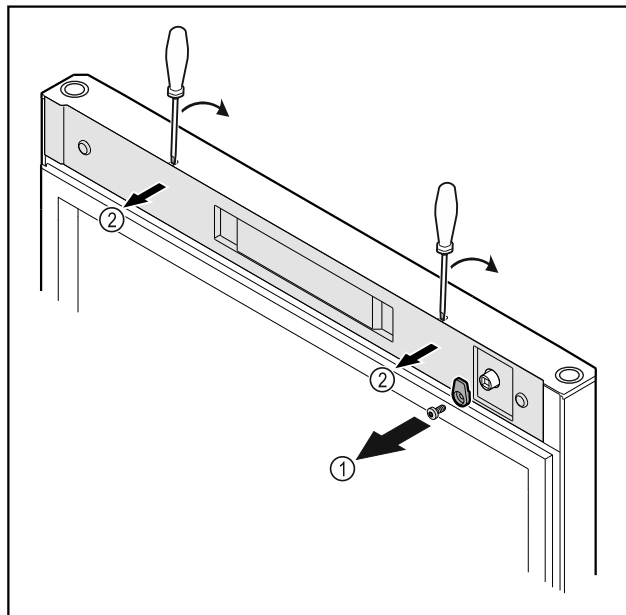

Fig. 14
- ▶ Odvrnite kuke za zatvaranje Fig. 14 (2).
- ▶ Odvojite poklopac Fig. 14 (1) malim odvijačem i skinite ga.